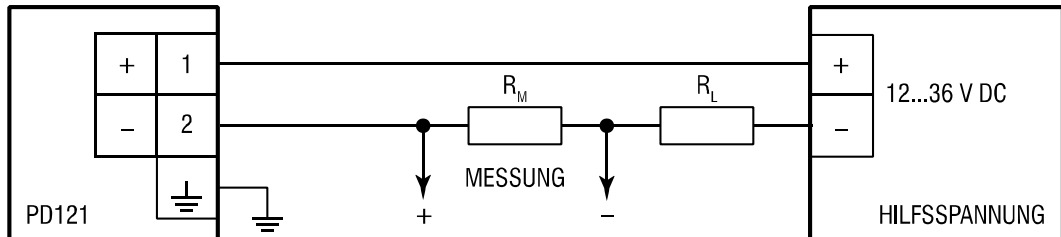

Abb. 4.1 Anschlussplan
Der Messumformer sollte nach dem Anschlussplan (Abb. 4.1) angeschlossen werden, unter Berücksichtigung der Lastwiderstandsanforderungen.
- Kabelverschraubung (4) abschrauben und die Kabeldichtung (3) herausnehmen.
- Kabel durch die Kabelverschraubung (4) und den Dichtring (3) in das Gehäuse (2) einführen.
- Die abisolierten Kabelenden gemäß dem Anschlussplan (Abb. 4.1) an die Schraubklemmen des Klemmhalters (5) anschließen und die Schraubklemmen festschrauben.
- Kontaktträger (5) in das Gehäuse (2) einsetzen und Flachdichtung (6) einrasten.
- Beim Einsetzen der Kabelverschraubung (4) darauf achten, dass Kabelverschraubung und Dichtung (3) korrekt sitzen und Dichtung unbeschädigt ist.